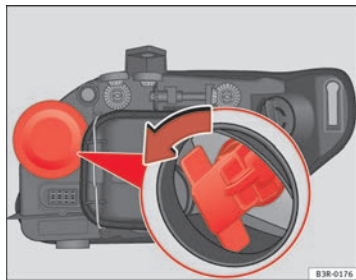

Abb. 219 Glühlampe für Blinker
- Den Lampenträger durch Ziehen am Halter und durch Drehen gegen den Uhrzeigersinn herausnehmen ⇒ Abb. 219.